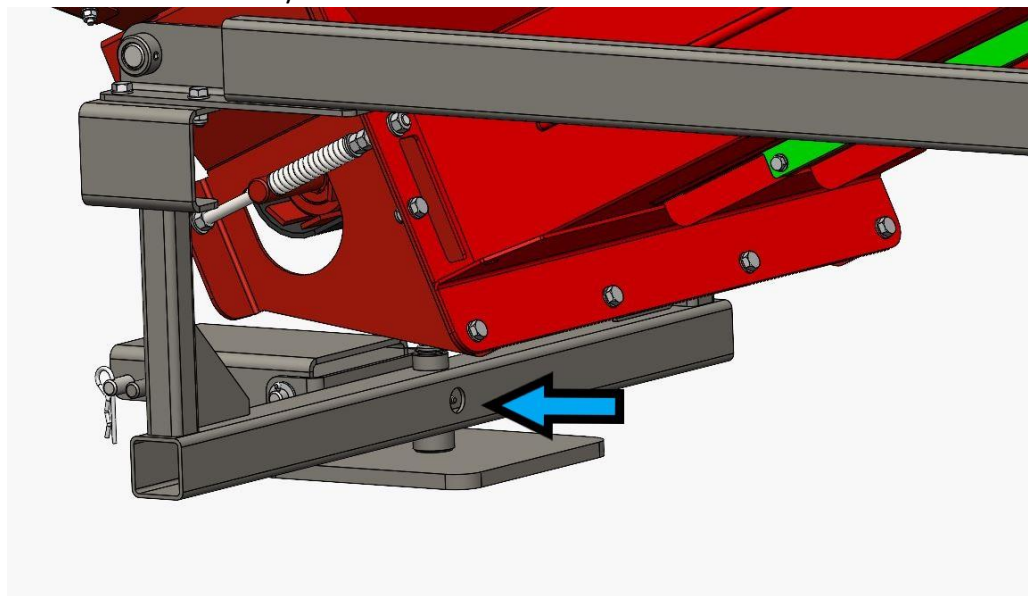

Abb. 10.
- Schmiernippel der Schwenkvorrichtung (1 St. in Abbildung 10).